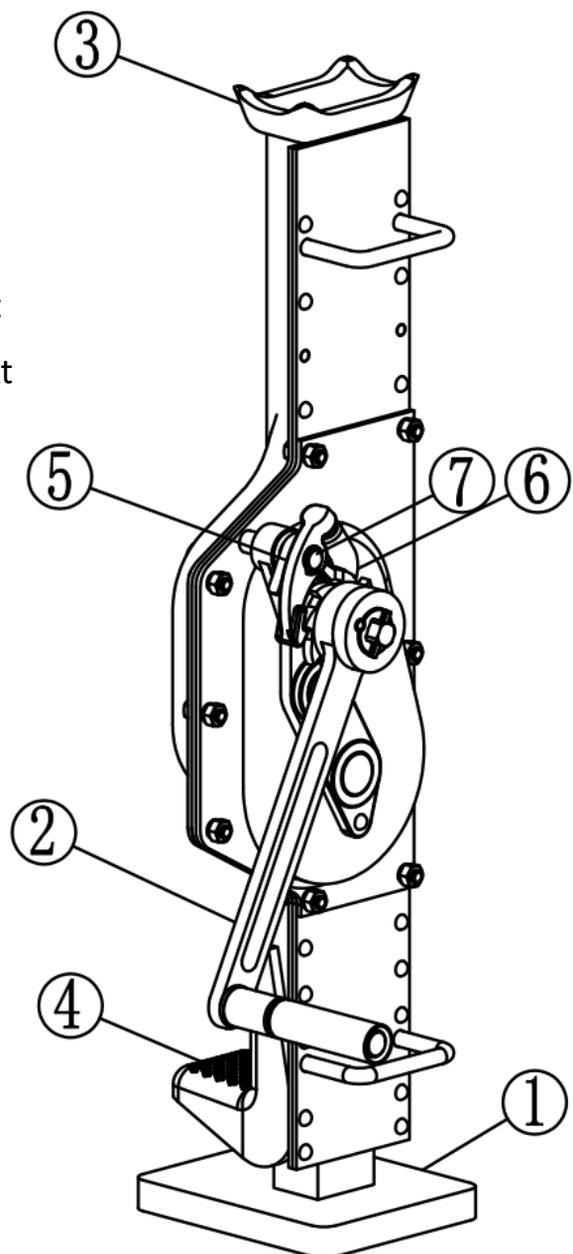

Abb. 1
Durch Ihre Vollstahlkonstruktion sind die Stahlwinden sicher und langlebig. Das kompakte Design mit einklappbarem Hebel (bzw. Ratschenhebel je nach Variante) ermöglicht eine einfache Bedienung und Wartung. Die HEBELA-Stahlwinden verfügen über zwei mögliche Hebepunkte (Abb. 1 (3) & (4)) wodurch der Hebebereich variabel ist.
- Überprüfen Sie vor Gebrauch die Beweglichkeit der Sperrklinken (5) / (6) (Abb. 1). Verwenden Sie die Winde nicht bei beschädigten oder fehlerhaften Teilen.
- Stellen Sie vor dem Anheben sicher, dass der Hebepunkt (3) oder (4) (Abb. 1) die Last vollständig stützt.
- Wenn die Winde nicht in Gebrauch ist, sollte der obere Hebepunkt (3) sich in der niedrigsten Position befinden um die Winde vor Verschmutzung zu schützen.